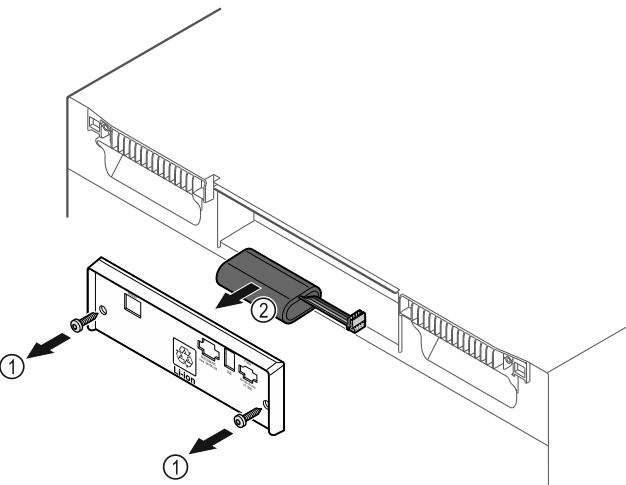

Fig. 235
- Vyskrutkujte skrutky a odstraňte kryt na zadnej strane zariadenia Fig. 235 (1).
- Odpojte a vyberte batériu Fig. 235 (2).